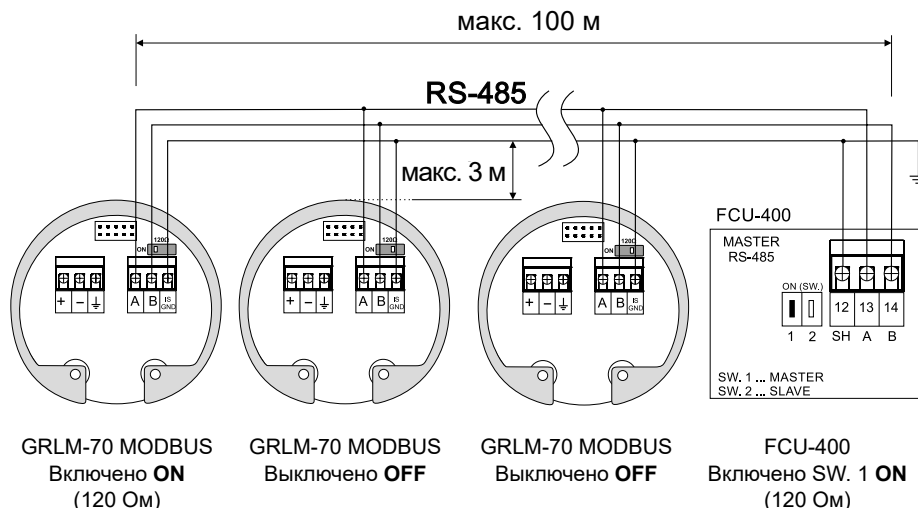

Рис. 23: Соединение нескольких блоков посредством RS485 в сеть
6. Если уровнемер с коммуникацией Modbus подключен в качестве конечного устройства к линии RS-485, рекомендуем (чтобы не было отражений на линии) подключить оконечный (ограничивающий) резистор 120 Ом. Это осуществляется путем перемещения рычажка выключателя, обозначенного 120 Ом, в положение ON. На уровнемерах, подключенных к линии RS-485, оконечные резисторы в качестве постоянного устройства не подключаются (переключатель остается выключенным). См. Рис. 23.
Максимальное расстояние модуля от транзитной линии (длина T-сегмента) составляет 3 м (Рис. 23).
На концевых установках необходимо подключать оконечные резисторы R_z величиной 120 Ом, наряду с этим оконечные резисторы не должны быть подключены к транзитным установкам (Рис. 23).